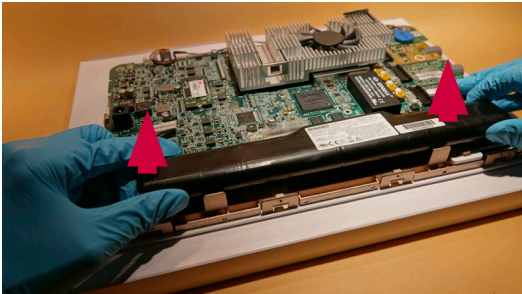

Figura 14 Remover a bateria
a) Puxe a bateria para fora da placa principal da unidade de visualização (Figura 14)